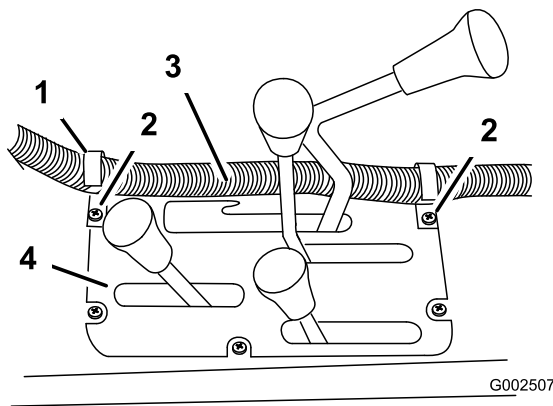
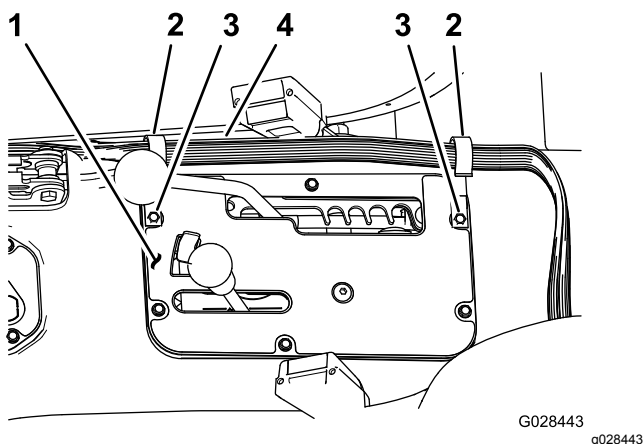

Bild 20
Bild 21
1. Montieren Sie zwei Hakenclips mit den vorhandenen Schrauben in der Mitte der Konsole an den in Bild 20 oder Bild 21 abgebildeten Stellen.